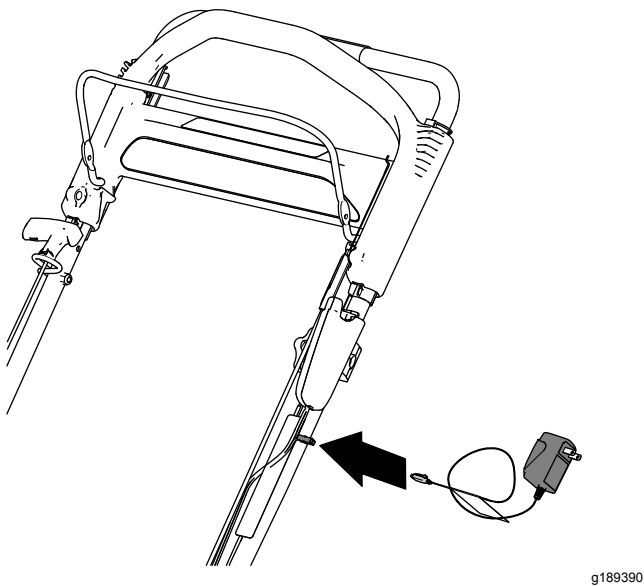

Figura 31
1. Conecte el cargador al arnés de cables, situado debajo del botón de arranque eléctrico (Figura 31).